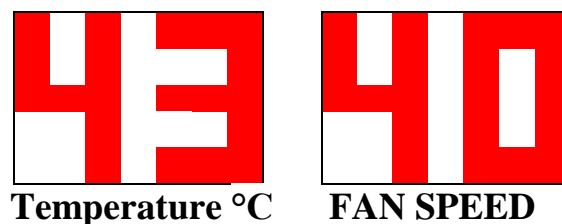

Рисунок 1 – Установка температуры котла
Для того чтобы установить температуру котла (рисунок 1), необходимо:
- при включенном регуляторе используя кнопки 3 и 4 установить необходимое значение мощности работы вентилятора согласно показаниям цифрового индикатора «**FAN SPEED**» (рисунок 1);